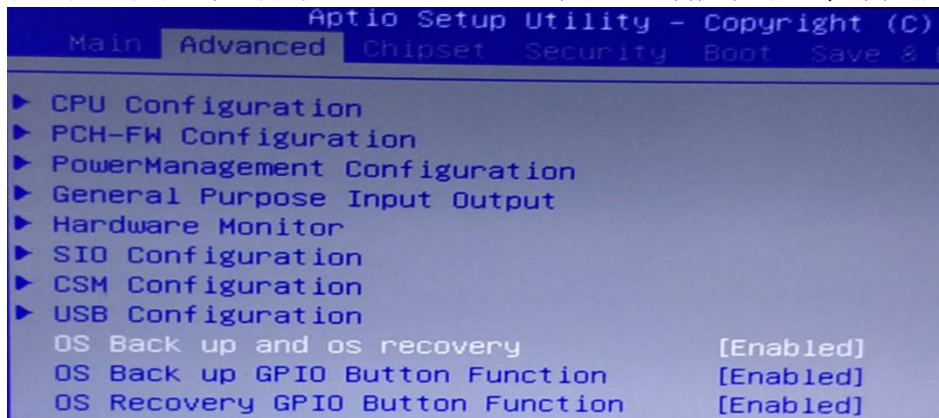

图 1 操作界面
(1) 检查工作：① 由于备份及还原操作过程中机器均不能外接存储设备，在操作之前务必先检查确认 USB 接口未连接外部存储设备，如 U 盘等，否则备份还原会出现错误；② 保证硬盘内存容量大小不小于 64G；
(2) 按电源键开机或上电开机后，连续重复按键盘上的 delete 键，就能进入备份操作界面（如图 1 所示）；